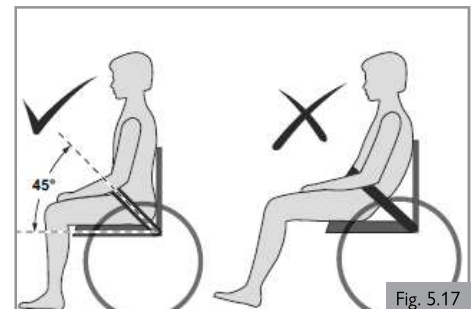

Fig. 5.17
3. En général, la ceinture sous-abdominale doit être fixée de façon à ce que les sangles soient à un angle d'environ 45° (Fig. 5.17), et si elle est correctement ajustée, elle ne permet pas à l'utilisateur de glisser dans le siège.